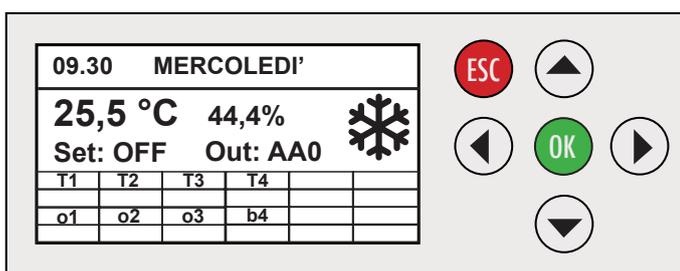
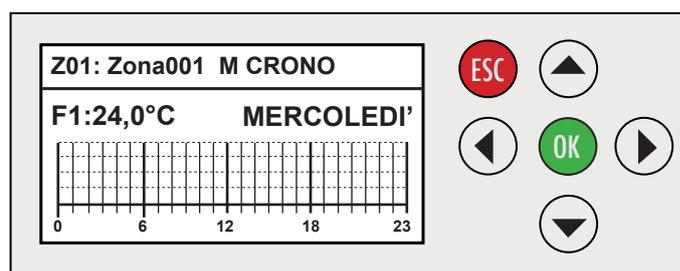

Fig. 157
Fig. 158
- 1.1 Dalla schermata principale della Centralina Polaris 2X (Fig. 157), premere il tasto freccia ▼ verificando la schermata di (Fig. 158), la schermata indica tra le varie info, il giorno corrente.